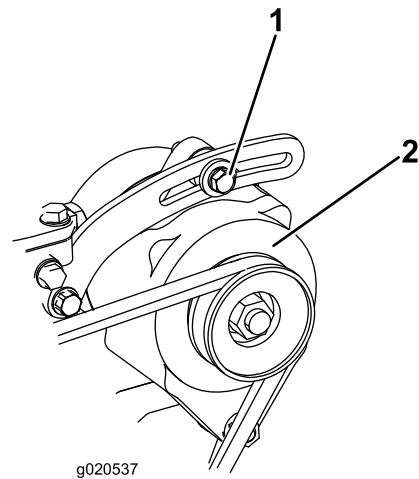

Bild 144
1. Lockern Sie bei einer Durchbiegung von mehr oder weniger als 10 mm die Befestigungsschrauben der Lichtmaschine (Bild 144).